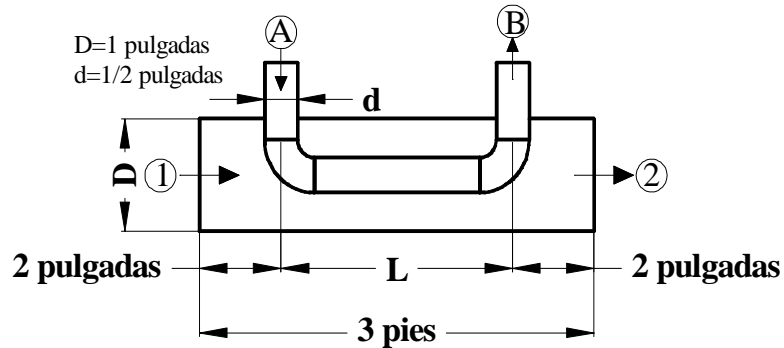

Fig 2 Intercambiador de calor
- Se tiene un compresor (fig 2) que trasiega aire como fluido de trabajo (suponga el aire como un gas ideal). Las condiciones de entrada son $P_i = 1 \text{ bar}$, $T_i = 20 \text{ }^\circ\text{C}$, $V_i = 6 \text{ m/s}$, $A_i = 0,08 \text{ m}^2$ y las condiciones de salida son $P_e = 6 \text{ bar}$, $T_e = 220 \text{ }^\circ\text{C}$, $V_e = 2 \text{ m/s}$. Suponga que el proceso es estacionario, adiabático y si que se desprecia el cambio de energía potencial. Se pide calcular la potencia necesaria en el compresor para cumplir con las condiciones de entrada y salida.
- 4) Cierta equipo necesita un intercambiador de calor de tubos concéntricos como el mostrado en la Fig 2. Por el circuito **(A-B)** de este intercambiador circulan 2 GPM (galones por minuto). En la sección de entrada **(A)** el agua se encuentra a 80°C y 2 bar de presión absoluta. En la sección de salida **(B)** la temperatura del agua es 30 °C y su presión 2 bar (se desprecia la caída de presión). Por el otro circuito (circuito 1-2) entra agua por la sección **(1)** a 10 °C y se espera que dicho fluido se caliente hasta alcanzar 25 °C, saliendo por la sección **(2)**. Si la geometría del equipo solo permite que el intercambiador mida como máximo 3 pies de longitud, determine si este intercambiador de calor es viable con las condiciones de entrada y salida dadas. (4 puntos).